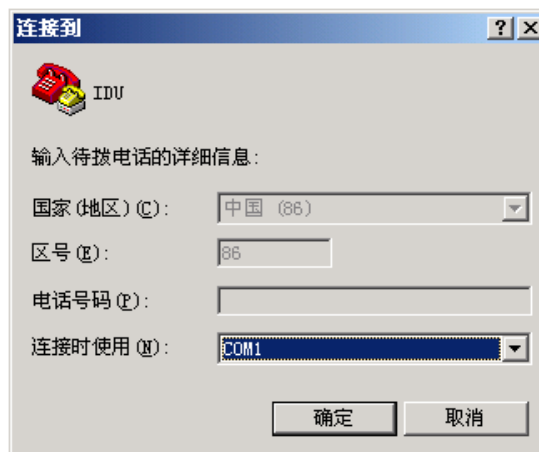

图1-6 选择连接串口
2. 弹出的**连接到**界面如下图所示。在**连接时使用**中选择所用计算机串口的串口号（如“COM1”），如图 1-6 所示。